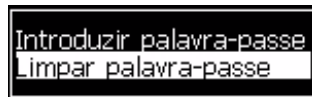
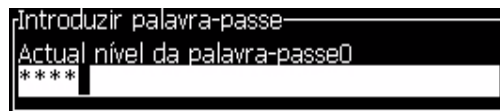

Figura 4-2: Digitar Senha
Figura 4-3: Senha do nível 0
- 2 Pressione *Alt + w*. Selecione a opção *Digitar senha* (veja Figura 4-2) e pressione a tecla *Enter*. A tela *Digitar senha* aparece (veja Figura 4-3).